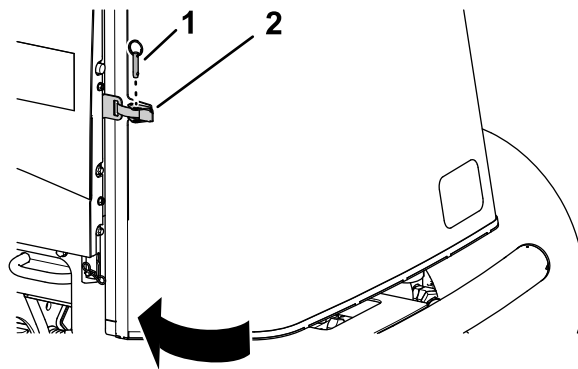

Рисунок 62
1. Закройте и зафиксируйте защелкой решетку (Рисунок 62).